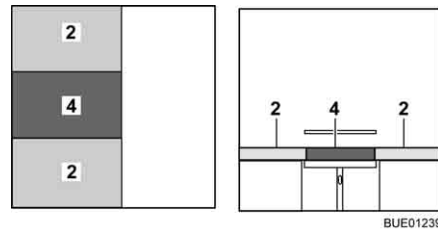

Fig. 124 Dopo la trasformazione
- Posizionare il cuscino aggiuntivo (Fig. 124,4) tra i cuscini del divano (Fig. 124,2).